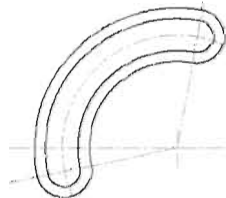

图 5-189
(9) 单击“修剪”按钮, 将图形修剪成如图 5-189 所示的形状。